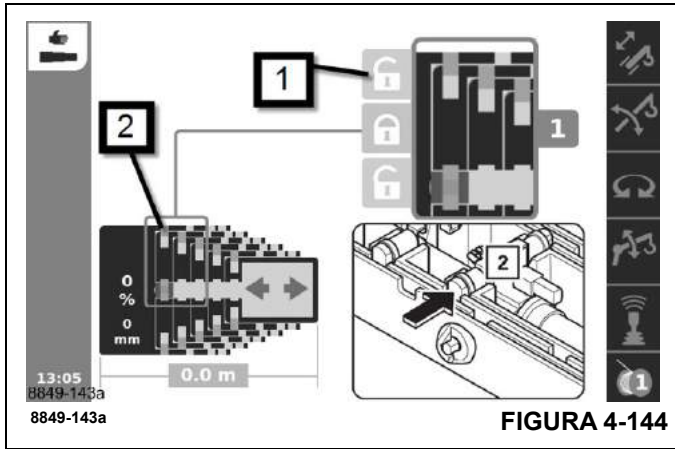

FIGURA 4-144
Para el desbloqueo, consulte (Figura 4-144). Seleccione el símbolo (1).